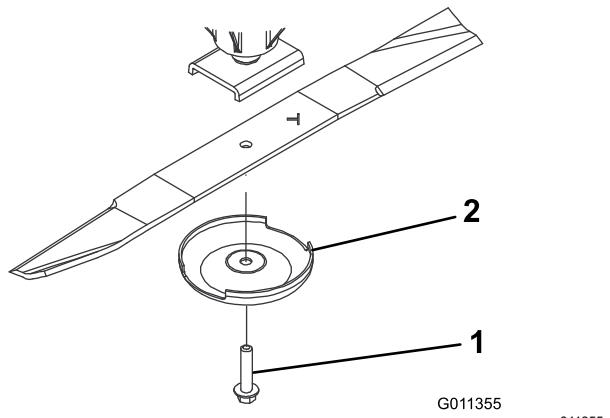

Рисунок 84
- Снимите болт ножа, защитный колпак и нож с вала шпинделя (Рисунок 84).